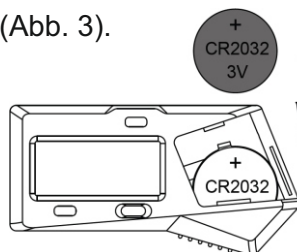

Abb. 2
- » Legen Sie eine CR2032-Batterie in das Batteriefach ein, wobei die positive Seite (+) nach außen zeigen muss (Abb. 2).